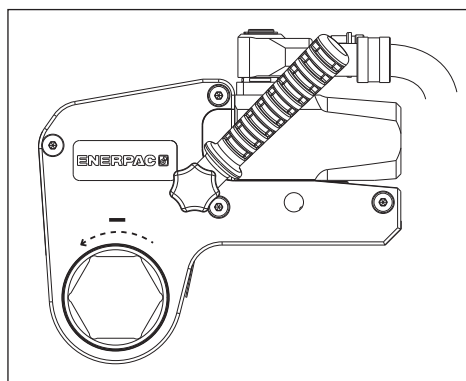

Fig. 9
4.3.3 Desapertar uma porca ou um parafuso (fig. 9 e 10)
- Posicione o braço de reação (17) contra um ponto de reação adequado (18). O ponto de reação irá neutralizar a força causada pela operação da ferramenta.